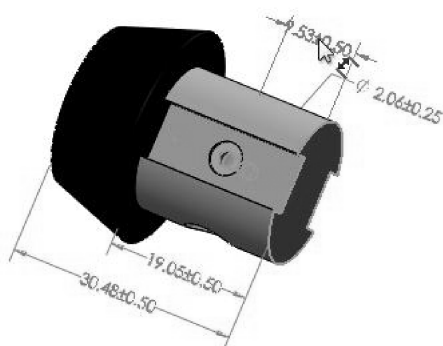

图 5-43 标注复合孔的位置尺寸
- 08 继续添加端面至复合孔的位置尺寸, 如图 5-43 所示。